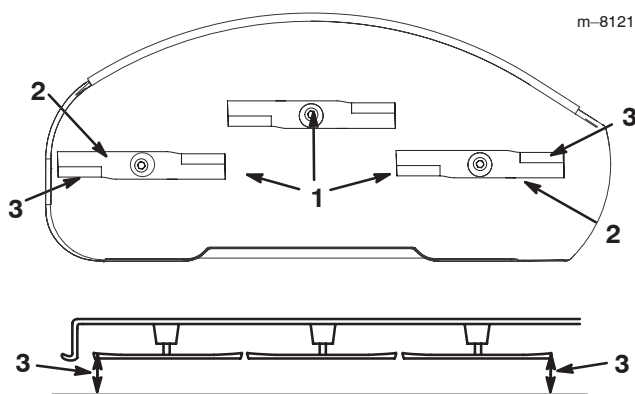

Figure 37
6. Tournez prudemment les lames pour qu'elles soient parallèles dans le sens transversal (Fig. 37). Mesurez la distance entre les tranchants extérieurs et le sol plat
(Fig. 37). Si les deux mesures diffèrent de plus de 4,75 mm (3/16 pouce), l'horizontalité transversale doit être réglée (voir les points 7 et 8).